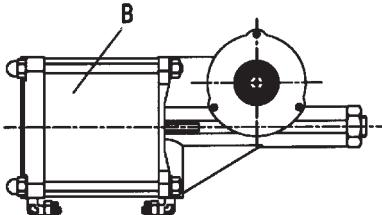
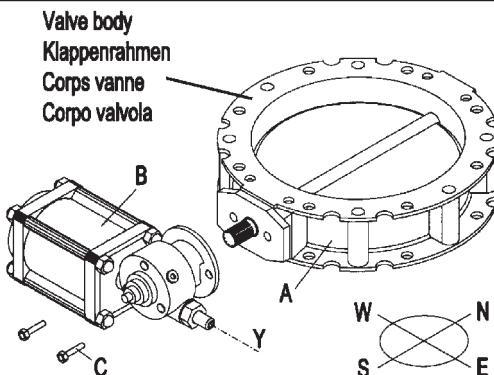

Fig. 1
Fig. 2
La placa de fijación final de carrera inductivo (B) se fija en la válvula entre el soporte (A) y el sector angular (C) como se ve en la Fig. 1.
A placa de fixação final de corrida inductiva (B), é fixada na válvula entre o suporte (A) e o setor angular (C) como na fig. 1
The mount (B) is fixed on the valve between support (A) and the mask (C) as in Fig. 1.
La piastra di fissaggio fine corsa induttivo (B), viene fissata alla vavola tra la staffa (A) e il settore angolare (C) come in Fig. 1.
Los microinterruptores de tope inductivos, (XS1), véase Fig. 2, se deben fijar en los dos extremos de la placa (B) a una distancia mínima de la palanca de 0,8 mm.
Os micros interruptores inductivos de proximidade (XS1), veja fig.2, devem ser fixados nos dois lados da placa (B) a uma distância mínima de 0,8mm da alavanca.
The two inductive proximity switches (XS1), see Fig. 2, must be fixed on the two sides of the mount (B) at a minimum distance of 0,8mm from the lever.
- de **ACERO INOX.** que la referencia en el árbol ensamblado esté orientada hacia la derecha (ver fig. 2).
- Antes de montar el accionador controlar que el mismo tenga el pistón en el final de carrera en el cabezal delantero girando una llave en sentido antihorario hasta el final de carrera (fig. 1). La incorporación del accionador neumático (B) en el árbol ranurado del cuerpo válvula debe efectuarse como se ve en la fig. 2.
- Introducir los dos tornillos (C) en los respectivos orificios y ajustar bien fuerte con llave.
- Antes de montar o acionador verifique que o acionador tenha o pistão de fim de corrida no suporte dianteiro girando uma chave em sentido anti-horário até ao fim de corrida (fig. 1). A introdução do acionador pneumático (B) no eixo canalizado do corpo da válvula é seguida como na fig.2.
- **STAINLESS STEEL** the reference on the splined shaft faces the right (Fig. 2).
- Before fitting the actuator, ensure the piston is fully retracted by turning the shaft with the aid of a spanner anticlockwise as far as it will go (Fig. 1). Mount the actuator (B), which has been preassembled complete with its accessories, as per the instructions in the actuator manual, onto the splined disc shaft keeping it in a horizontal position with the axis (Y) pointing westward (Fig. 2).
- Insert the two bolts (C) into the bores of the support flange and screw on firmly.
- in **INOX** che il riferimento sull'albero calettato sia rivolto verso destra vedi (fig.2).
- Prima di montare l'attuatore verificare che l'attuatore abbia il pistone a fine corsa sulla testata anteriore girando una chiave in senso antiorario fino a fine corsa (fig.1). L'inserimento dell'attuatore pneumatico (B) nell'albero scanalato del corpo valvola va eseguito come in fig.2.
- Inserire le due viti (C) negli appositi fori e serrare forte con chiave.